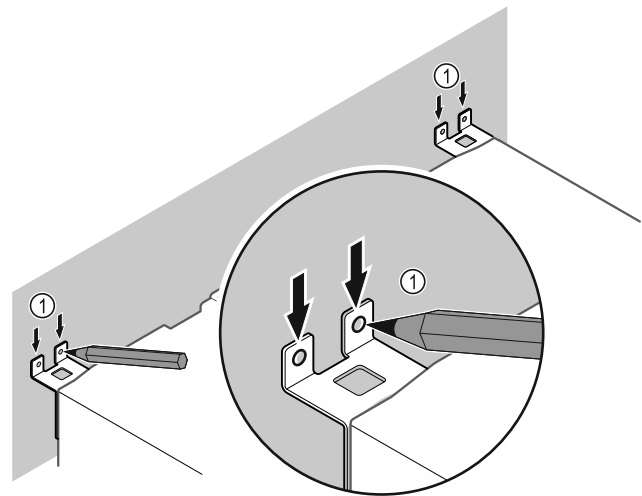

Fig. 13
- ▶ Tee seinään merkit Fig. 13 (1).